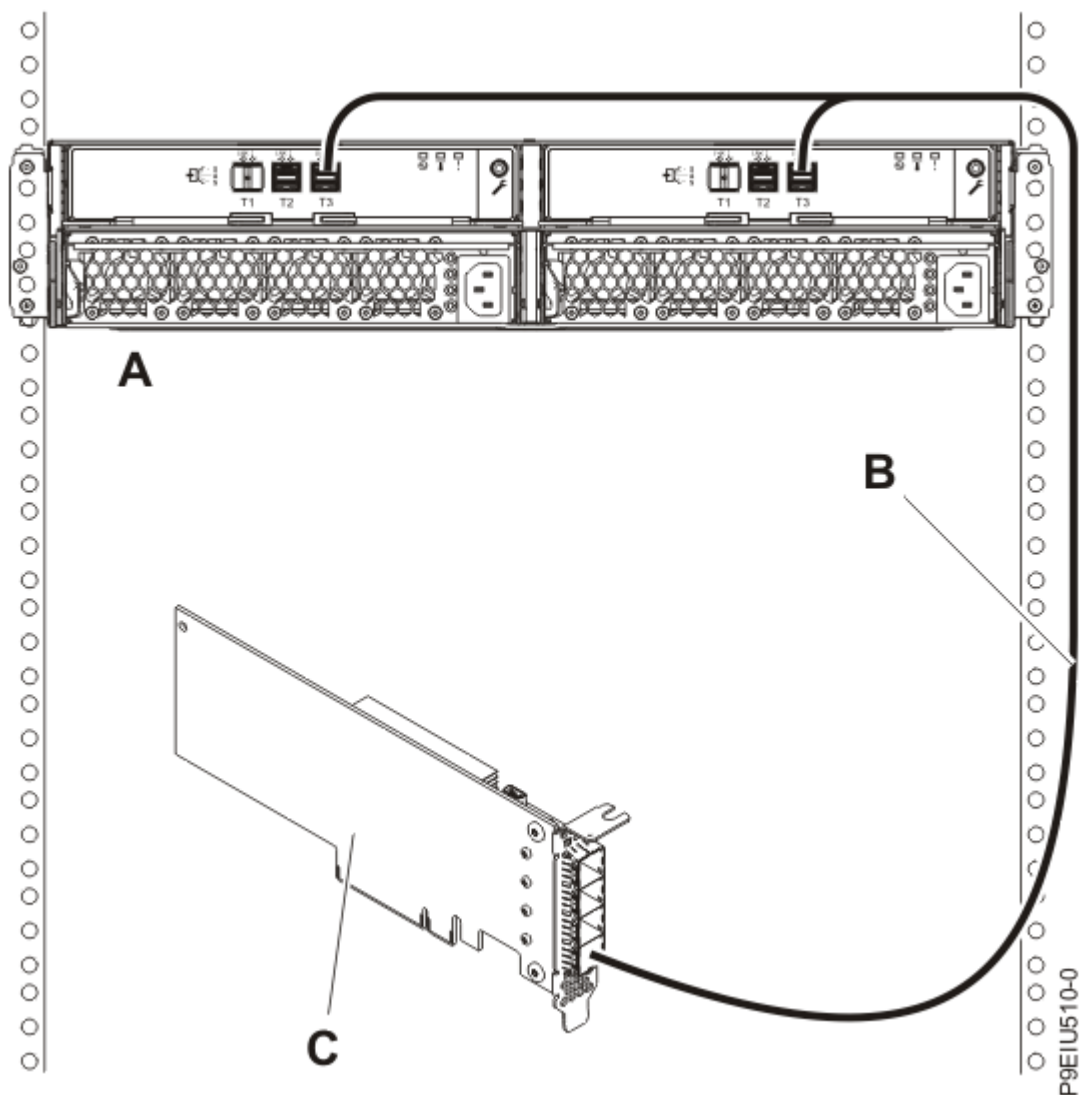

Figure 13. Connexion de mode 1 d'une armoire de stockage ESLL ou ESLS via un câble YO12 à un adaptateur SAS FC EJ0J, FC EJ0K ou FC EJ0M unique
13. Effectuez ensuite une connexion de mode 1 d'un boîtier **(A)** via un câble YO12 **(B)** à un adaptateur SAS FC EJ0J, FC EJ0K ou FC EJ0M unique **(C)**, comme illustré à la Figure 13, à la page 19, puis passez à la section «Connexion des câbles et des cordons d'alimentation et installation des capots», à la page 30.